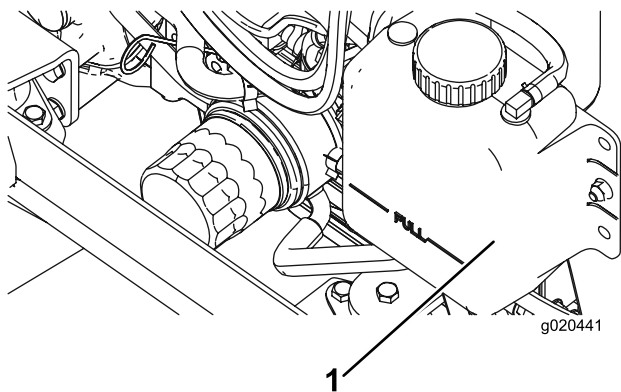

Figura 98
1. Retire cuidadosamente a tampa do radiador e a tampa do depósito de expansão (Figura 98).